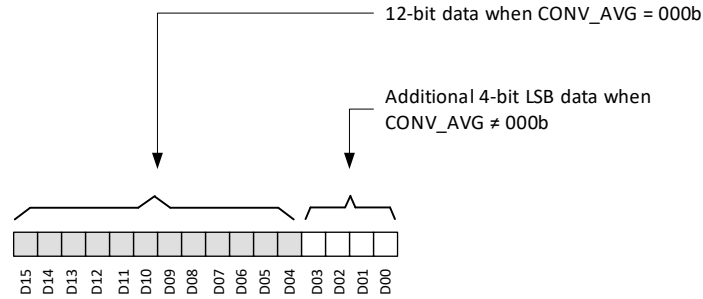

图 7-5. 磁传感器数据定义
X、Y 和 Z 磁传感器数据分别存储在 X\_CH\_RESULT、Y\_CH\_RESULT 和 Z\_CH\_RESULT 寄存器中。12 位 ADC 输出以二进制补码格式存储在 16 位结果寄存器中，如图 7-5 所示。在最快转换 (CONV\_AVG = 000b) 的情况下，ADC 输出会将 16 位结果寄存器的 12 个 MSB 位以及 4 个 LSB 位加载为零。在 CONV\_AVG ≠ 000b 的情况下，所有 16 位都用于存储结果。当 DATA\_TYPE = 00b 时，可通过常规 32 位 SPI 读取来访问 16 位磁传感器数据。使用方程式 1 计算测量的磁场。
- $D_i$  是图 7-5 中所示的数据位。